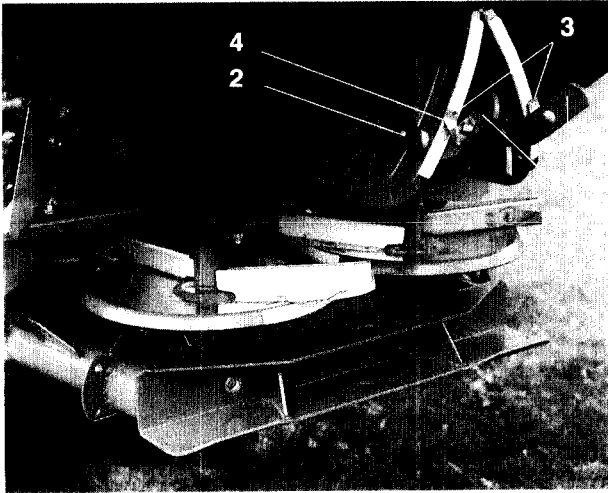

Fig. 7.5
Le réglage du débit d'engrais s'effectue à l'aide des deux leviers de réglage (fig. 7.5/1). Ils déterminent une position de fin de course pour la manoeuvre des trappes, ce qui permet de réaliser différentes sections de passage pour la sortie de l'engrais. La valeur de réglage correspondant à cette position peut chaque fois se déterminer avec le tableau de réglage fourni de série ou avec la goulotte d'étalonnage (équipement spécial).
- Desserrer les écrous à ailettes (fig. 7.5/2).
- Positionner l'arrête de lecture (fig. 7.5/3) de l'index des leviers (fig. 7.5/4) sur la graduation de l'échelle appropriée.